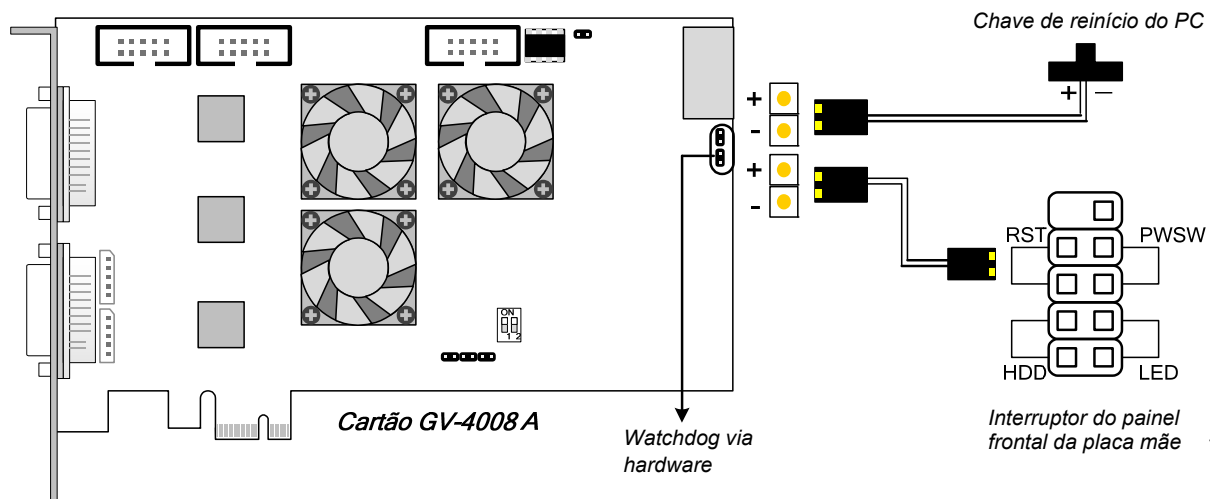

Figura 1-10
- Conecte o fio de ligação direta Watchdog via hardware fornecido (Figura 1-10).
- **Conexão de Watchdog de hardware:** Conecte o fio de ligação direta Watchdog de hardware à Placa Mestre apenas (Figura 1-10).